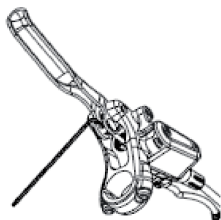

Figura 3-1 Metodo di regolazione della vite di regolazione dell'impugnatura
- ① Quando si utilizza una chiave esagonale da 2 mm per la regolazione, ruotare in senso orario per aumentare la distanza di presa (massimo circa 100 mm) e in senso antiorario per il senso opposto (minimo circa 80 mm, come mostrato nella Figura 3-1).
- ② Quando la distanza di presa viene regolata al massimo ruotando in senso orario (circa 100 mm), se la chiave esagonale viene girata di 2 mm, il pistone in alluminio della leva del freno a disco si sposterà in avanti, rendendo la leva facile da premere (la forza frenante aumenterà in questo momento), ma potrebbe causare una compensazione automatica. L'olio non ha più funzionato.